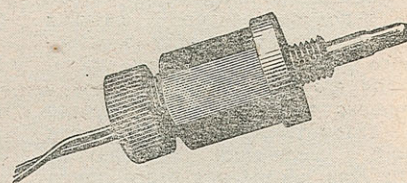

Рис. 16.
16. Термодатчик (рис. 16), в состав которого входит полупроводниковое термосопротивление типа «ММТ-1», «ММТ-4», «ММТ-8». При увеличении температуры сопротивление термодатчика уменьшается. Термосопротивление можно взять другое. Обозначение —  $T$ .